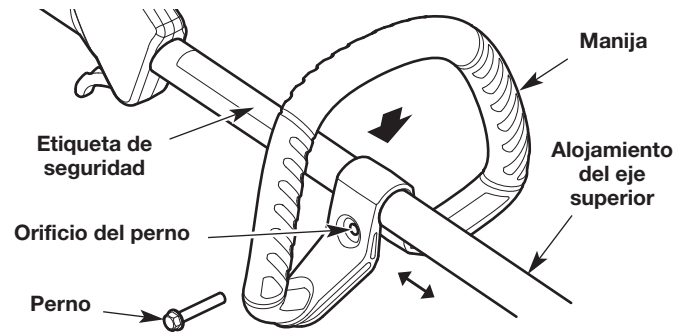

Fig. 6
1. Oprima la manija hacia abajo sobre el alojamiento del eje superior (Fig. 6). Asegúrese de que el orificio del perno mire hacia la derecha (Fig. 6).
2. Inserte el perno en el orificio del perno y oprímalo para que pase a través de él (Fig. 6). Ajuste el perno con un destornillador de cabeza plana, pero no lo ajuste completamente.
3. Mantenga la unidad en la posición de funcionamiento (Fig. 19). Mueva la manija hacia arriba o abajo del alojamiento del eje superior hasta que esté en una posición cómoda (Fig. 6). Compruebe que la manija esté ubicada más allá del extremo de la etiqueta de seguridad (Fig. 6).
1. Afloje el perno con un destornillador de cabeza plana (Fig. 6).
2. Mantenga la unidad en la posición de funcionamiento (Fig. 19). Mueva la manija hacia arriba o abajo del alojamiento del eje superior hasta que esté en una posición cómoda (Fig. 6). Compruebe que la manija esté ubicada más allá del extremo de la etiqueta de seguridad (Fig. 6).